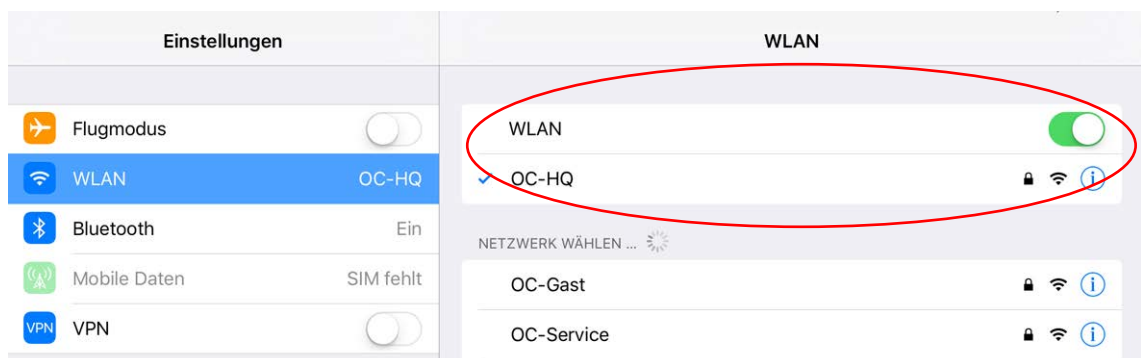

Abb. 7-2: Fall 1: WLAN ist registriert und aktiv
- Ihr iPad muss in einem aktiven WLAN registriert sein, siehe auch Abb. 7-2, Seite 24.